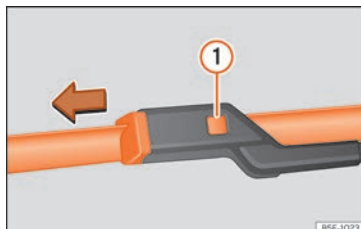

Fig. 81 Cambio de la escobilla del limpiaparabrisas.
- Oprima el botón de seguridad ① » **fig. 81**.